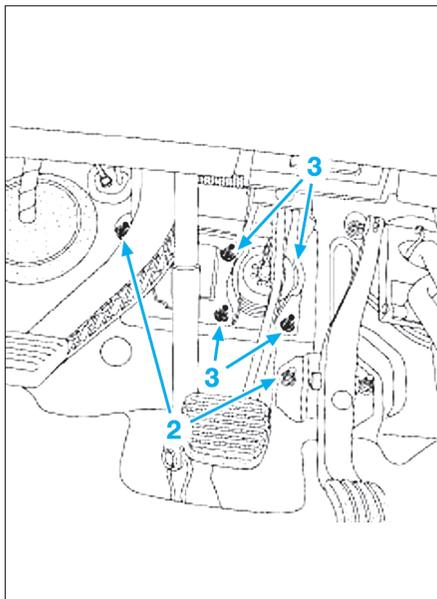

Fig. 21
- Déposer les écrous spéciaux (2) de la mousse isolante (Fig.21).
- les écrous (3) du servofrein (écrous fixant le support pédalier avec l'amplificateur),